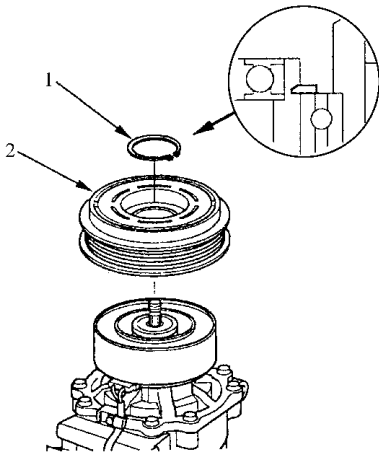

图 10-42 拆卸卡环和转子带轮
3) 如果要更换励磁线圈，用卡环钳拆除图 10-42 中所示的卡环，然后拆卸转子带轮。小心不要损坏转子皮带轮和压缩机。